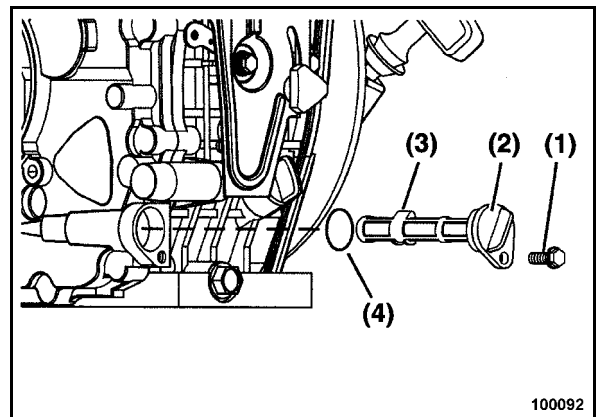

рис. 60
- Вывинтить крепежный винт (1) (рис. 60) и снять корпус масляного фильтра (2).
- Вынуть фильтрующий элемент (3).